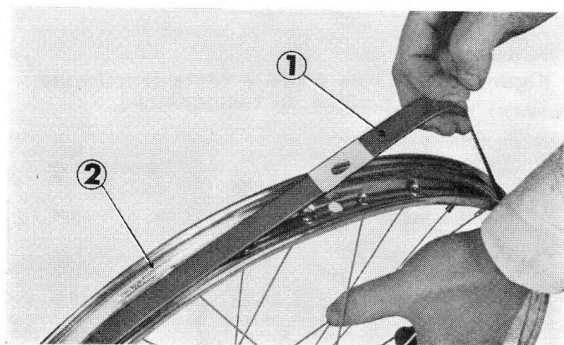

Figure 4-5: ① protège-chambre
3. Remettre le protège-chambre autour de la jante. (figure 4-5)